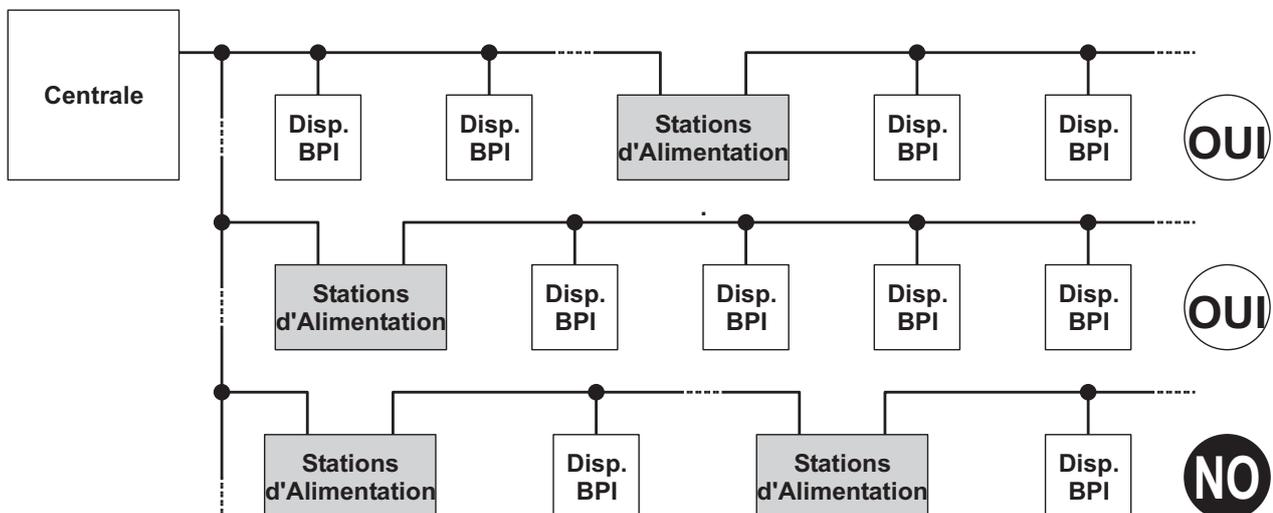

Figure 10 Branchement des Stations d'Alimentation.
**UNE SEULE Station d'Alimentation peut être branchée à chaque dérivation du bus BPI de la Centrale, tel qu'illustré sur la Figure 10).**